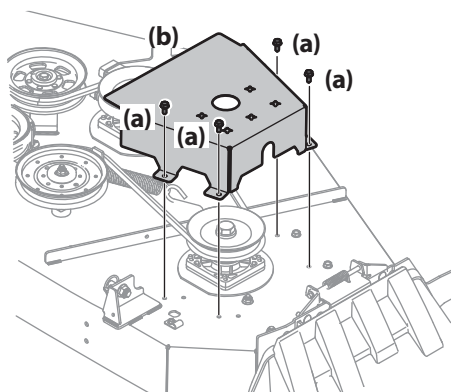

Figure 4-16
- Retirez les boulons hexagonaux (a) qui fixent les couvercles de courroie (b) au plateau de coupe. Voir Figure 4-16.
- Pour retirer les deux poulies de tension (a, b), enlevez les boulons hexagonaux à bride (c) et les écrous autobloquants à bride (d) qui les fixent au plateau de coupe et au bras de renvoi (e). Voir Figure 4-16. Prenez soin de ne pas perdre les pièces de quincaillerie (capuchons de poulie (f), rondelles, garde-courroies (g)) lorsque vous retirez le boulon hexagonal (c) et l'écrou autobloquant à bride (d).
- Placez la courroie neuve autour des poulies de fusée et remplacez les couvercles de courroie (b). Voir Figure 4-16.